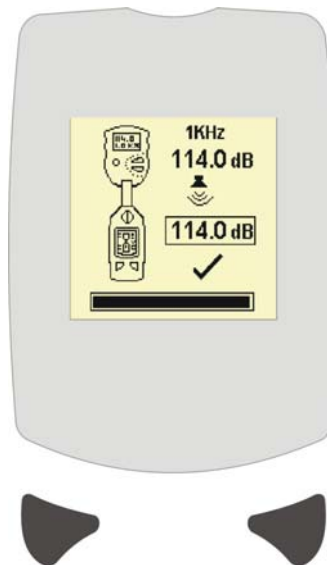

Figure 6 Écran de fin de calibrage
5. Appuyez sur la touche gauche (A) ✓ pour réaliser le calibrage ou appuyez sur la touche droite (B) ✕ pour sortir. Lorsque le calibrage est terminé, l'écran de fin de calibrage s'affiche (voir la figure 6).